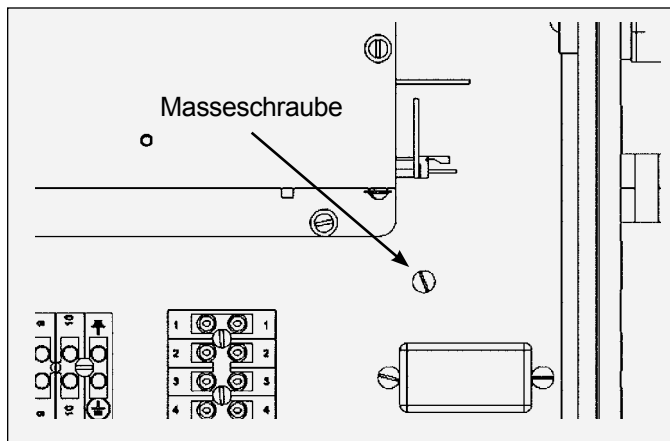

Abbildung 13: Masseschraube auf der Grundplatte
3. Am Strömungsschalter ist der Masseleiter (grün) zur Masseschraube auf der Grundplatte verlegt, wie in Abbildung 13 dargestellt. Der Leiter des Auslösesignals (blau) ist mit dem Auslösesignaleingang am J3-5 Steckkopf verbunden, der an die PC-Platine angeschlossen ist. *Auf der Auslösesignalleitung ist eine weiße Dämpfungspere in der Nähe des J3-5-Steckers zu installieren.*